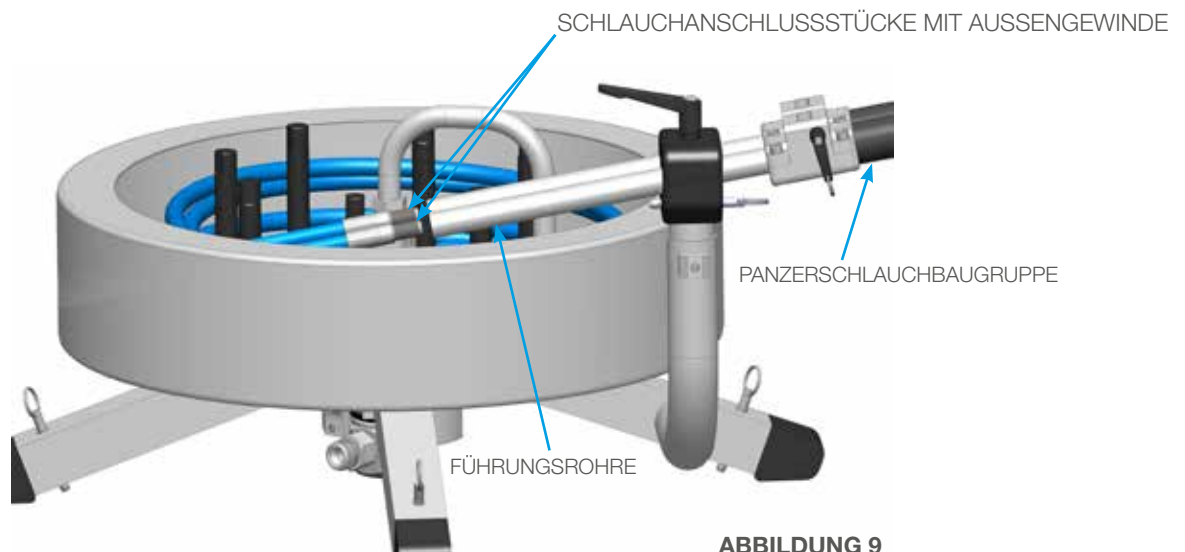

ABBILDUNG 9
1. Führen Sie die Schläuche in die Führungsrohre und den Panzerschlauchbaugruppe ein. (**Abbildung 9**).